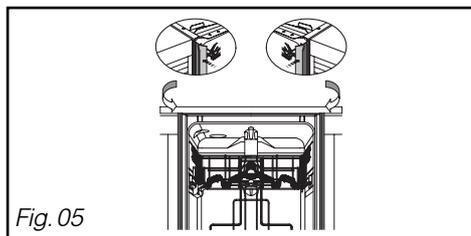

Fig. 05
Para uma melhor insonorização do aparelho encastrado, instalar as juntas de insonorização. (segundo o modelo). (fig. 05)
*Verificar a presença da junta de impermeabilidade e o bom aperto do anel de ligação. (fig. 05)*